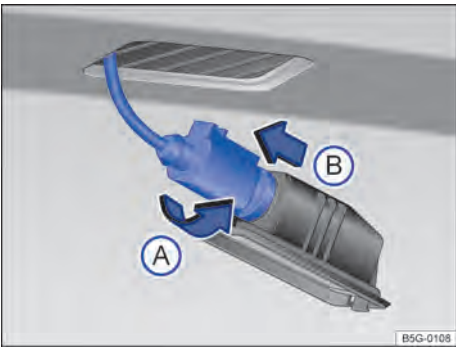

Fig. 211 Lanterna da placa de licença: desinstalar o suporte da lâmpada.
4. Girar o suporte das lâmpadas no sentido da seta → Fig. 211  e retirar o suporte junto com a lâmpada incandescente .